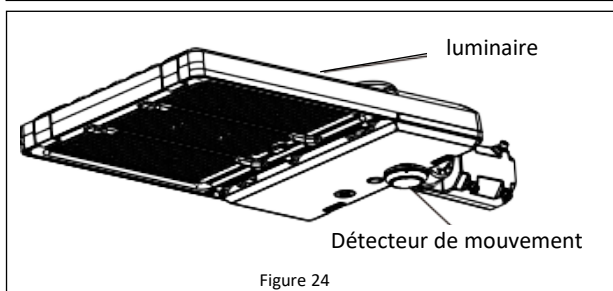

Figure 24
2. Faites tourner le détecteur de mouvement dans le sens horaire jusqu'à ce qu'il soit bien serré. **Reportez-vous à la Figure 24.**